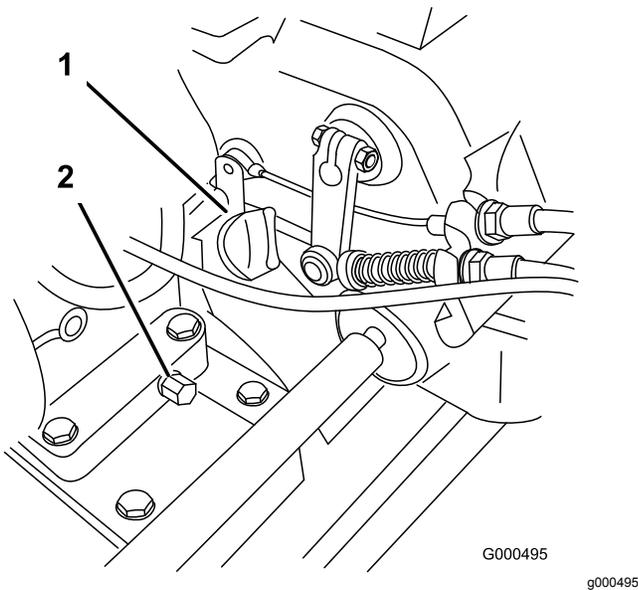

Bild 29
2. Stellen Sie die Maschine so, dass der Motor eben ist und reinigen Sie dann den Bereich um den Ölpeilstab (Bild 29).
3. Drehen Sie den Ölpeilstab nach links, um ihn abzunehmen (Bild 29).
2. Stellen Sie eine Auffangwanne am Heck der Maschine unter die Ablassschraube (Bild 29). Lösen Sie die Ablassschraube.